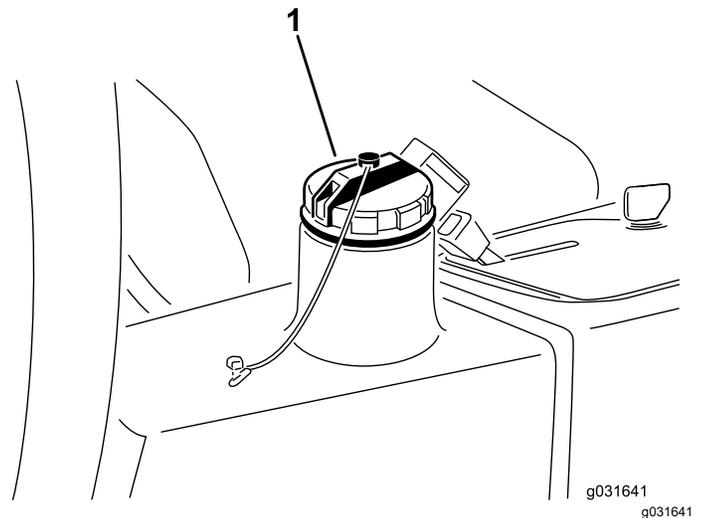

**Figure 66**
2. Débranchez la conduite hydraulique ou enlevez le filtre hydraulique et laissez couler l'huile dans un bac de vidange (Figure 68 et Figure 66).
3. Rebranchez la conduite hydraulique quand la vidange est terminée (Figure 66).